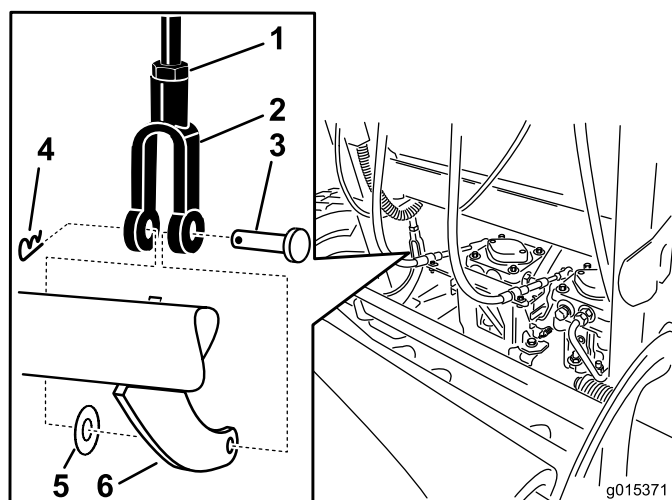

図 64
- ブレーキの調整を行うには、まず、下側ブレーキ・レバーとヨークからヘアピン・コッターとクレビス・ピンを外す（図 64）。
- ジャムナットをゆるめる（図 64）。
- ヨークを回転させる。ブレーキをきつくするには、ヨークを上に移動させる。ブレーキを弱くするには、ヨークを下に移動させる（図 64）。
- ジャムナットを締める（図 64）。